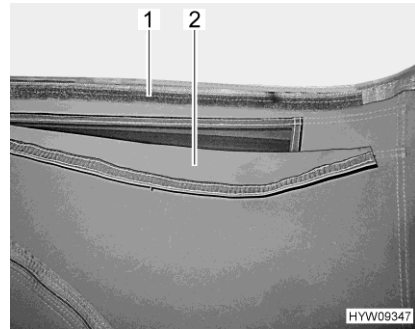

Fig. 53 Ventilación (abierta)
- Tirar la ventana de lona (Fig. 53,2) hacia arriba y apretarla contra la cinta velcro (Fig. 53,1).